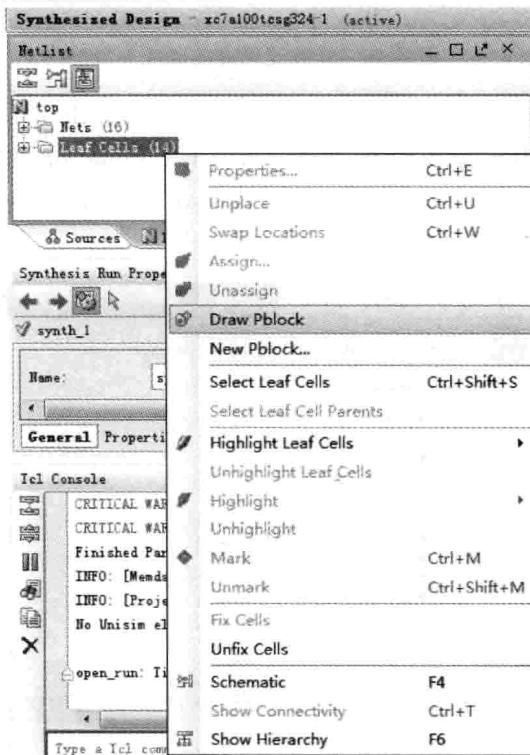

图 8.18 布局约束入口
- (1) 在 Vivado 集成开发环境中,打开参考设计。
- (2) 在 Vivado 主界面左侧的 Flow Navigator 窗口下,选择并展开 Synthesis。在展开项中,单击 Run Synthesis 选项。
- (3) 综合完成后,出现 Synthesis Completed 对话框界面。在该界面中,选中 Open Synthesized Design 前面的复选框。
- (4) 单击 OK 按钮。
- (5) 如图 8.18 所示,出现 Netlist 窗口界面。在该界面中,选中 Leaf Cells,并单击右键,出现浮动菜单。在浮动菜单内,选择 Draw Pblock 选项。